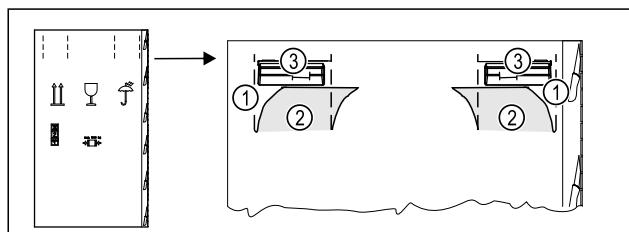

Fig. 4
- Verpackungskarton oben an der Perforierung Fig. 4 (1) eindrücken.
- Eingedrückte Laschen Fig. 4 (2) herausziehen.
- Tragegriff Fig. 4 (3) rechts und links sichtbar.
- Gerät an den Tragegriffen Fig. 4 (3) halten.